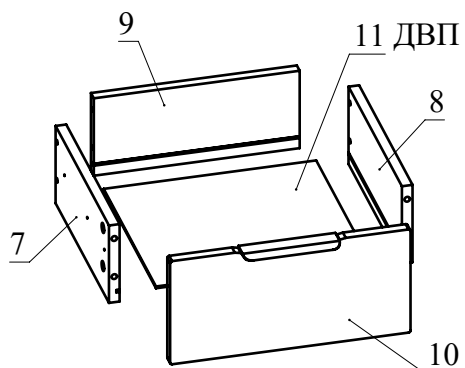

Рис. 9
8. Соберите ящик. Для этого соедините детали 7 и 8 с деталью 9 при помощи конфирматов. Вставьте дно ящика 11 из ДВП в пазы деталей 7, 8, 9. Соедините фасад 10 с полученной конструкцией и затяните головки минификсов (Рис. 9).